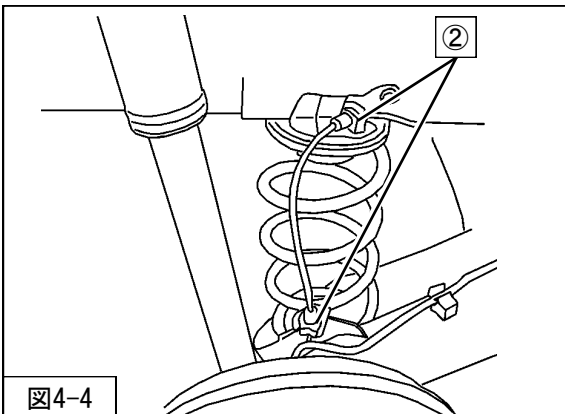

図4-4
7. ②ABSセンサハーネス取付クリップを取付けてください。（図4-4）